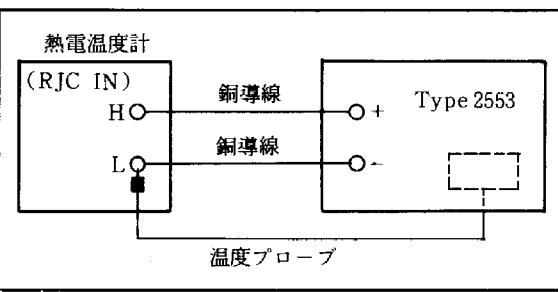
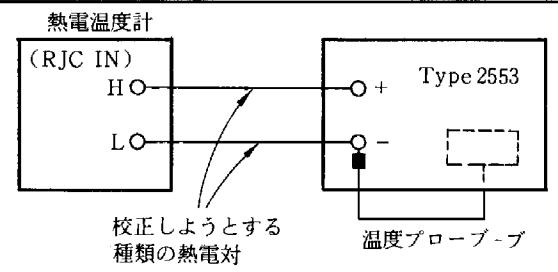

図 3.3
図 3.4
- (1) 背面にトランジスタプローブを接続します。この時、INT R-J.ランプが点灯するのを確認します。
- (2) レンジ切換スイッチを R. J. TEMP にし、温度プローブの検出温度を表示しているかを確認します。
- (3) 被校正温度計の端子温度を温度プローブで検出する場合は図 3.3 のように銅導線で接続します。また本器の出力端子の温度を温度プローブで検出するときは図 3.4 のように校正しようとする温度計の熱電対と同種の熱電対を用います。